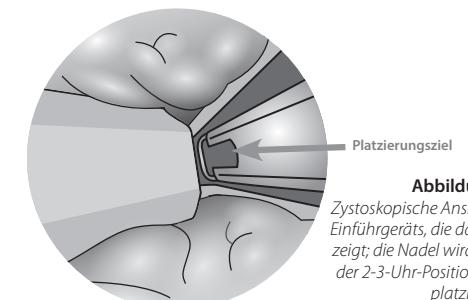

Abbildung 4
- 2.10 Das UroLift Einführgerät so positionieren, dass sich das Platzierungsziel (**Abbildung 4**) am gewünschten Prostatalobus in lateraler Richtung befindet.